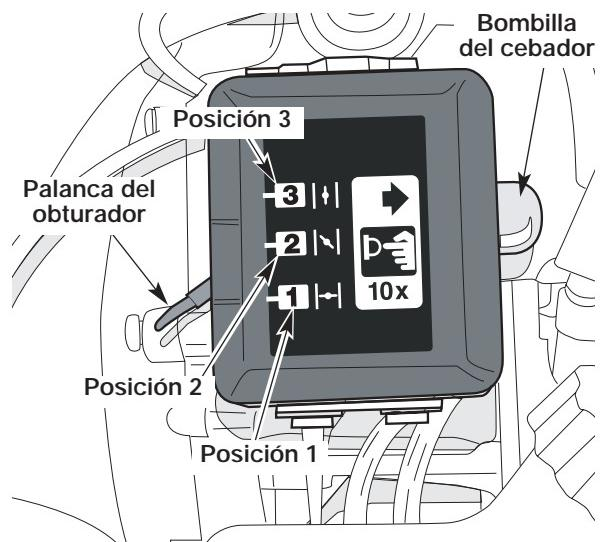

Fig. 4
3. Oprima completamente el cebador y suéltelo 10 veces. Hágalo lentamente. Se deberá ver un poco de combustible en el cebador y en las tuberías de alimentación de combustible (Fig. 4). Si no puede ver el combustible en el cebador, oprimalo y suéltelo tantas veces como sea necesario hasta que vea combustible en el mismo.
4. Coloque la palanca del obturador en Posición 1 (Fig. 4).